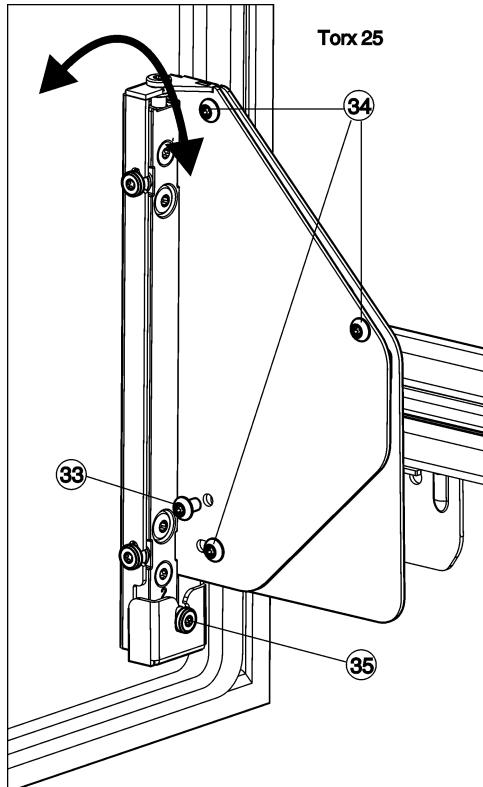

Fig. 27
- Desenrosque por completo el tornillo Fig. 27 (33).
- Deseche el tornillo Fig. 27 (33), puesto que ya no es necesario.
- Afloje los tornillos Fig. 27 (34) con 1 - 2 vueltas.
- Gire el tornillo de ajuste Fig. 27 (35). En el sentido de las agujas del reloj: la parte superior de la puerta se inclina separándose del cuerpo del aparato. En el sentido contrario a las agujas del reloj: la parte superior de la puerta se inclina hacia el aparato y la inferior se separa del cuerpo del aparato.
- Una vez finalizado el ajuste de inclinación, vuelva a apretar todos los tornillos Fig. 27 (34).